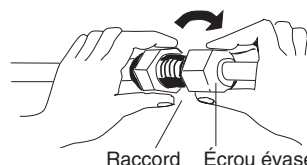

Fig. 5-5
- (3) Pour une bonne connexion, aligner le tube raccord et le tube d'évasement droit entre eux, puis visser d'abord légèrement l'écrou d'évasement pour obtenir une bonne correspondance. (Fig. 5-5)